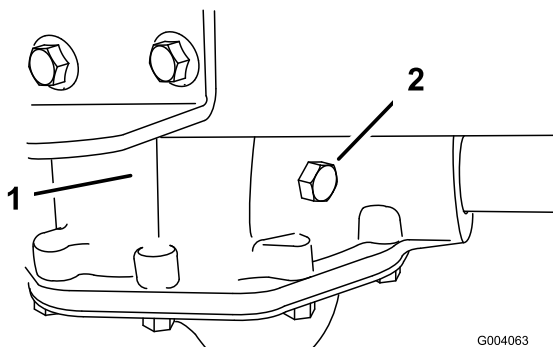

Figura 35
2. Togliete il bullone di controllo dal transaxle (Figura 35).